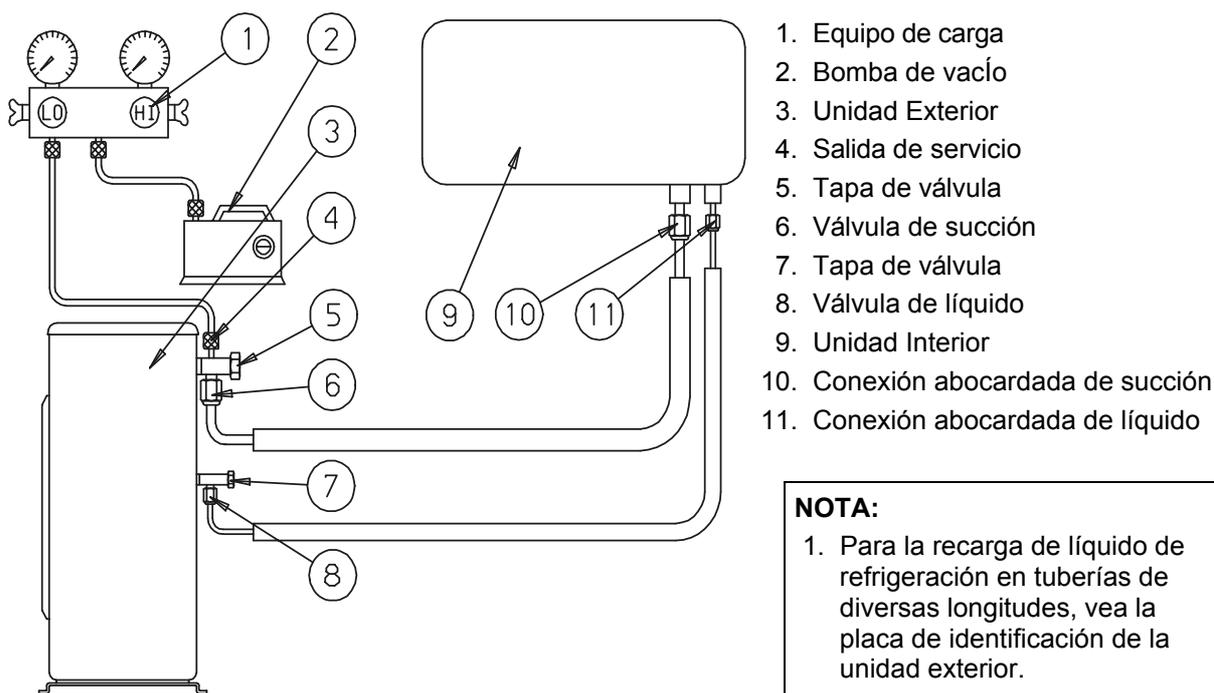

Figura 13: Tuberías de Refrigeración y Conexiones de Servicio
5.3.2 Conexiones de Tuberías (véase la figura 13)
- Conecte las dos mangueras de carga, equipadas con vástagos de empuje de un lado, según se indica en la figura 13. Conecte las dos extremidades sin los vástagos de empuje con los dos lados del equipo de carga: LOW (succión) y HIGH (líquido); Quite las tapas protectoras de las aberturas de servicio de las válvulas de tres vías de succión y de líquido y conecte las extremidades de mangueras, equipadas de vástagos de empuje, con las aberturas de servicio (véase la figura 16). En unidades desprovistas de válvulas de servicio sobre las aberturas de líquido, conecte sólo el tubo con la válvula de succión de tres vías.